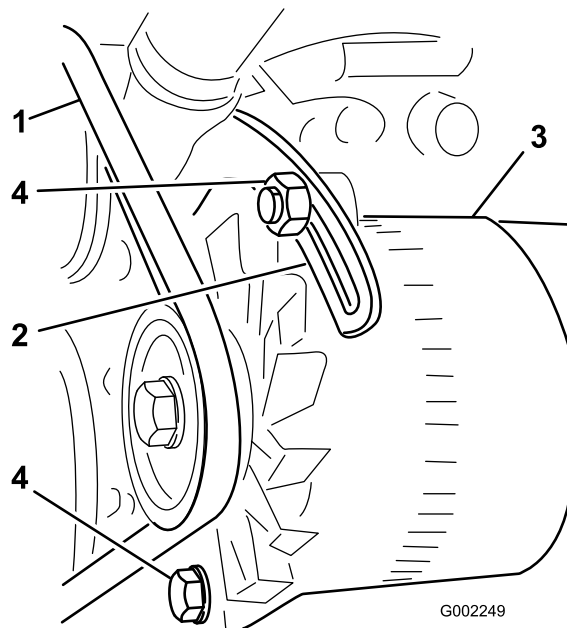

図 138
3. オルタネータのピボット部にあるボルト、およびオルタネータをプレースのスロットに固定しているボルトをゆるめる (図 138)。